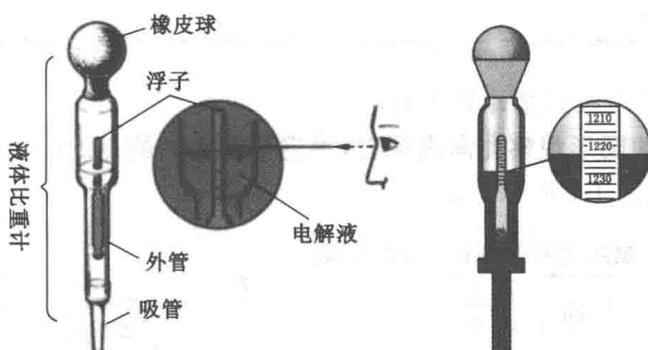

图 1-5 吸式密度计测量
吸式密度测量图示如图 1-5 所示。
- ① 打开蓄电池的加液盖。
- ② 把吸管插入单格电池的加液孔内。
- ③ 用手将橡皮球捏瘪，再慢慢放开，把电解液吸到玻璃管内。
- ④ 注意不要吸得过多，浮子浮起来不顶住为宜。
- ⑤ 使浮子浮在中央，经行读数。读数的方法如图 1-5 所示。测量的密度值应用标准温度(+25℃)进行校正。